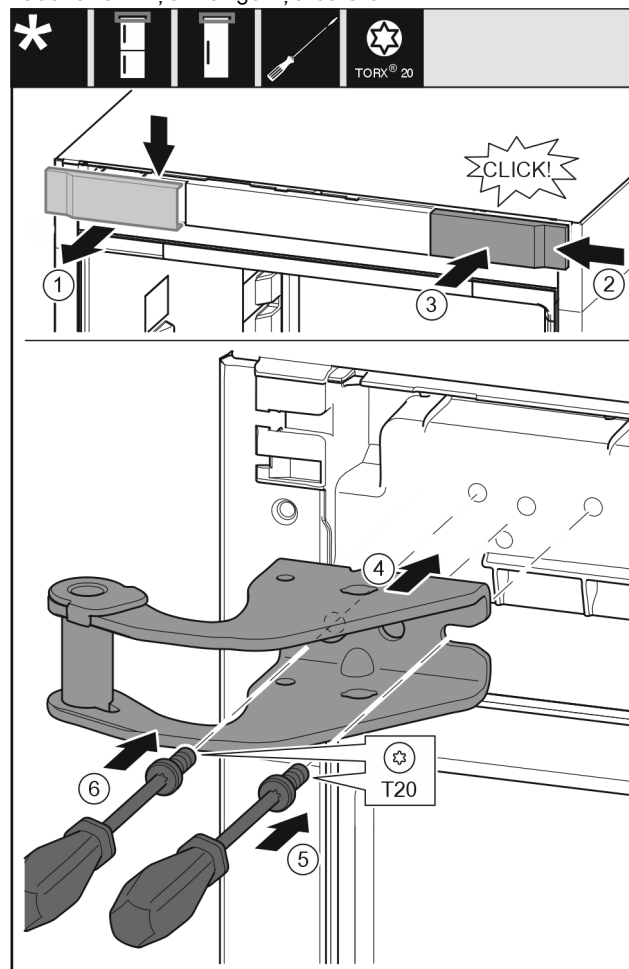

Fig. 14
- Noņemiet pārsegu no augšas uz priekšu. *Fig. 14 (1)*
- Iekabiniet pārsegu, pagrieztu par 180°, otrajā pusē no labās puses. *Fig. 14 (2)*
- Nofiksējiet pārsegu. *Fig. 14 (3)*
- Pielieciet augšējo gultņa balstu. *Fig. 14 (4)*
- Pielieciet skrūvi ar skrūvgriezi T20 un pieskrūvējiet. *Fig. 14 (5)*
- Ievietojiet skrūvi ar skrūvgriezi T20 un pievelciet. *Fig. 14 (6)*